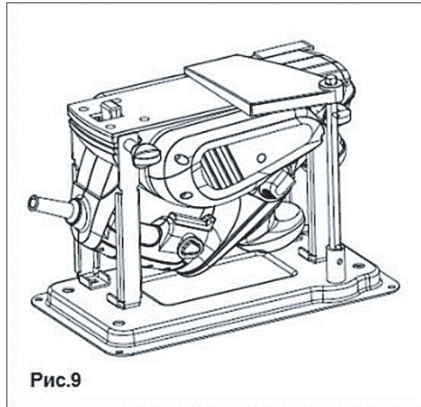

Рис.9
- Встановіть на виріб запобіжний щиток. Для цього одягніть його на передню стійку з лівої сторони і закріпіть щиток гвинтом. (Рис.9)